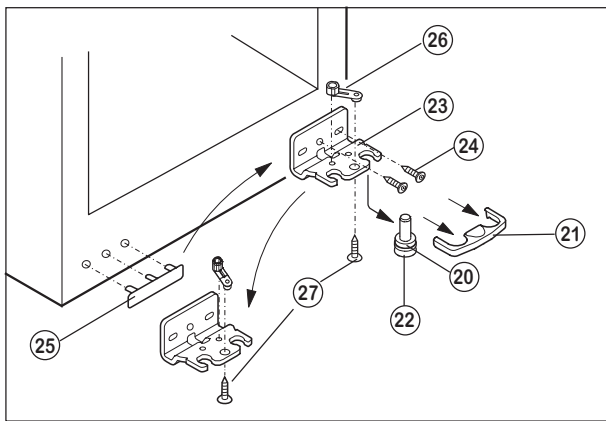

Fig. 3
- Retirez le couvercle fig. 3 (21) du bas vers l'avant.
- Retirez le pivot fig. 3 (22) vers le bas et vers l'avant.
Prenez garde à la bague de la charnière fig. 3 (20).
- Dévissez le support de palier fig. 3 (23) (2 fois Torx 25) fig. 3 (24)
- Dévissez la pièce du palier fig. 3 (26) (1 fois Torx 25) fig. 3 (27) et placez-le dans le logement opposé, vissez-le fermement.
- Soulevez l'habillage côté poignée (fig. 3) et posez-le.
- Vissez à nouveau le support de palier fig. 3 (23) sur le nouveau côté de la charnière, par la bague longitudinale externe et la bague ronde.
- Placez la porte à partir du haut sur le pivot sous la fig. 3 (22).
- Eventuellement, positionnez les portes au-dessus des deux bagues longitudinales dans le support de palier sous la fig. 3 (23) et le support de palier au centre de la fig. 2 (13) en alignement avec le boîtier de l'appareil, puis serrez la vis fermement.
- Insérez à nouveau l'habillage de la fig. 3 (21).